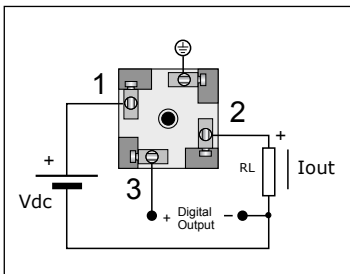

Fig.7 - HD2601V.1
Saque la junta (1). Desatornille el pasacable (5) y saque la junta (4). Utilizando un destornillador, haga palanca y saque el portabornes (2). Efectúe las conexiones tal como se indica en las fig. 7 y 8: si se encuentra presente, conecte al borne de masa la funda del cable blindado. Cuando haya efectuado las conexiones, cierre de nuevo el conector.